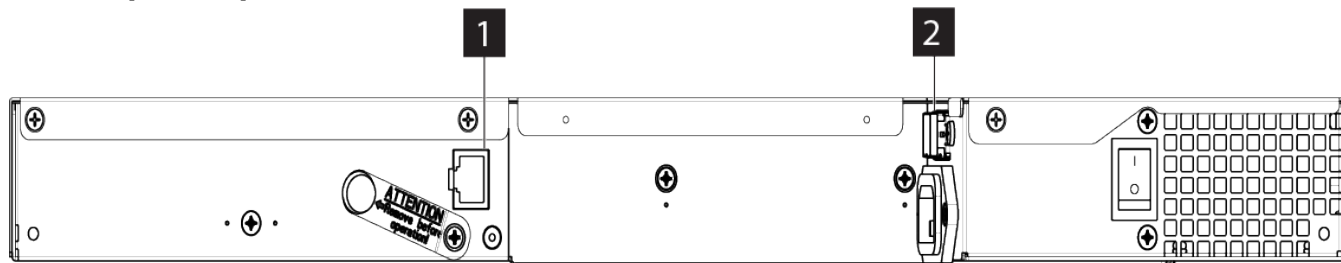

Figure 19. Branchement du câble d'interface
1. Connectez un câble Ethernet au port Ethernet (1 dans Figure 19, à la page 29.)
2. Branchez l'extrémité hôte du câble SAS au connecteur SAS de l'unité (2 dans Figure 19, à la page 29). Pour plus d'informations sur le type de connecteur SAS requis pour la connexion à l'unité, voir «Panneau arrière», à la page 3.